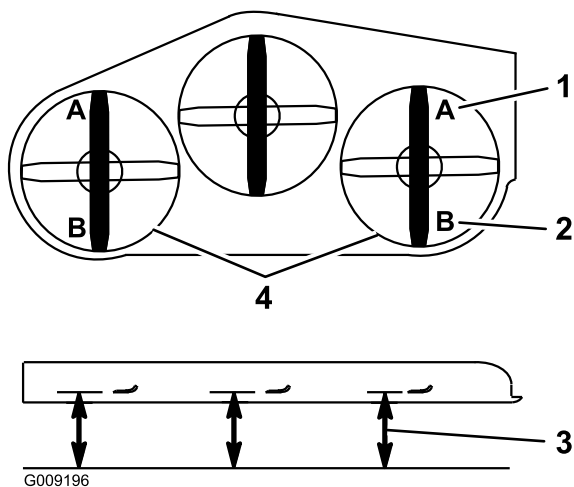

Figura 92
9. En ambos lados de la carcasa, mida desde la superficie nivelada hasta la punta delantera de la cuchilla (Posición A), según se muestra en Figura 92.
16. En ambos lados de la carcasa, mida desde la superficie nivelada hasta la punta trasera de la cuchilla (Posición B), según se muestra en Figura 92.